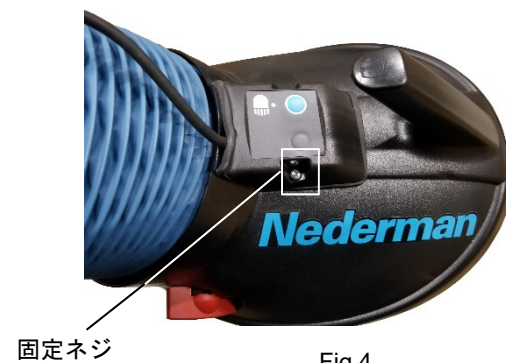

Fig.4
4. スwitchの固定ネジ(2か所)を締込み、フードに組付けてください。(Fig.4)